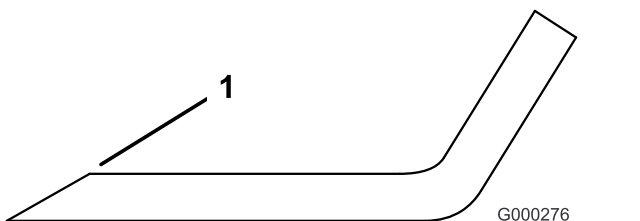

Figure 59
1. Au moyen d'une lime, aiguissez les tranchants aux deux extrémités de la lame (Figure 59).